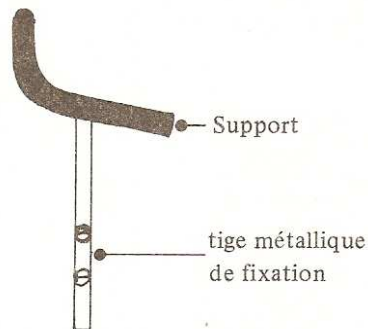

Figure 43 : Béquillon pour CIVB ou CIVC ⁽⁴⁴⁾
- CIVB ou C avec béquillon (Figure 43):